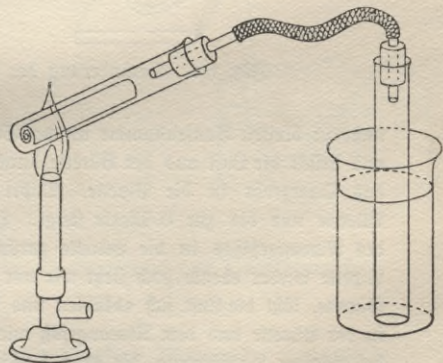

Fig. 6. Verbrennung von Kupfer im abgeschlossenen Lustraum.
**Versuch 4** (Fig. 6): Zue in ein Zenerser Probierröhr aufgerolltes Schablonenkupfer und setze dieses Röhr durch ein enges Glasröhr und einen Gummischlauch in luftdichte Verbindung mit einem ebenso weiten, 25 cm langen und unten offenen Glasröhr, das bis zu  $\frac{2}{3}$  seiner Länge in Wasser taucht. Bezeichne den Wasserstand, erhitze das Kupfer im ersten Röhr einige Minuten und lasse sich's abkühlen. Um welchen Bruchteil der Länge des ersten Röhrtes steigt das Wasser im zweiten?